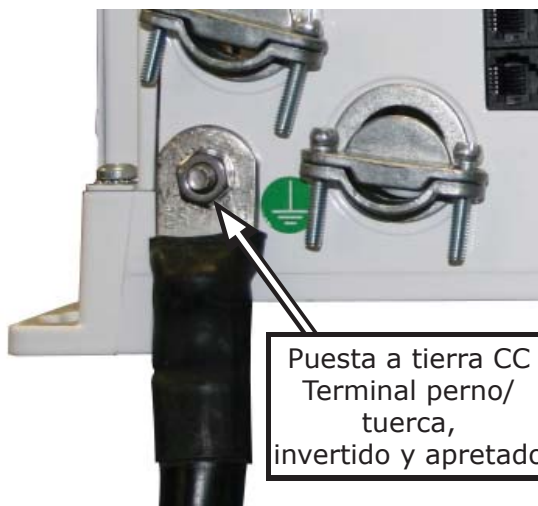

Ilustración 2-17, Cable a tierra de mayor sección conectado al Serie MS-E
4. Invierta el perno extraído, y colóquelo de nuevo en el agujero del chasis para conectar un cable de tierra de tamaño adecuado al chasis del Serie MS-E, como se muestra en la Ilustración 2-17.